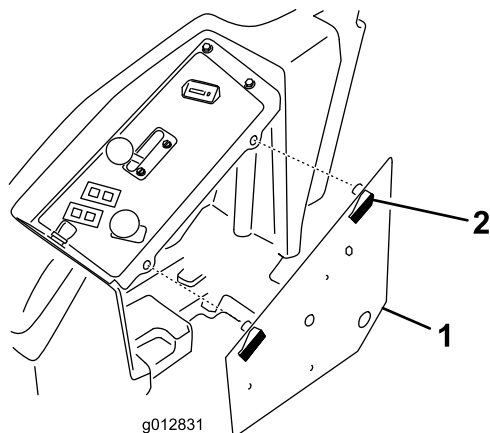

Figura 22
4. Sbloccate il coperchio della plancia e mettetelo da parte (Figura 22).
6. Sbloccate il coperchio della plancia e mettetelo da parte (Figura 22).